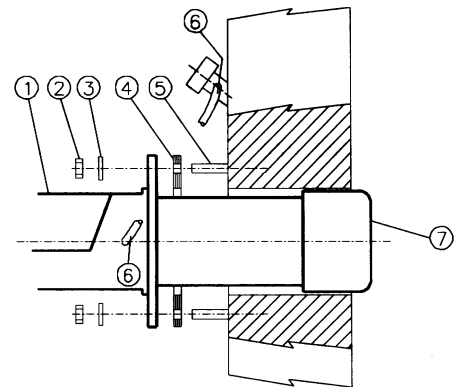

Fig. 6
- 4 fissarlo con i dadi ai prigionieri della caldaia secondo lo schema riportato in Fig. 6.